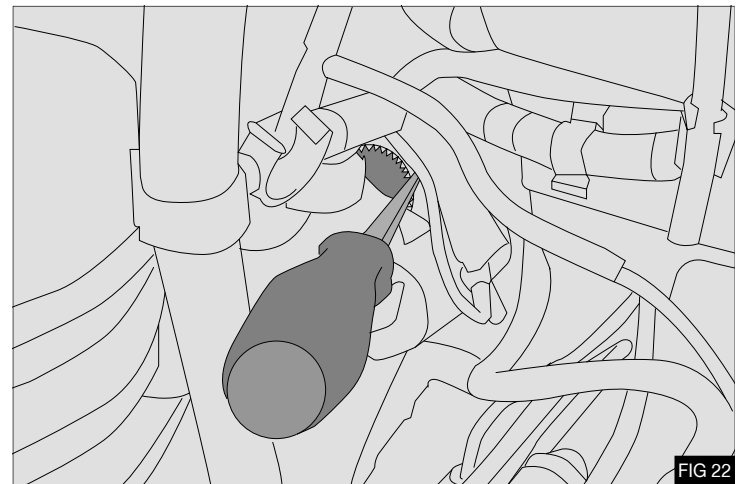

FIG 22
20. Utilizando una herramienta adecuada (barra tipo palanca grande) contra la corona del volante, bloquee el motor y extraiga el tornillo que sujeta la polea del cigüeñal; deseche el tornillo - Fig 22